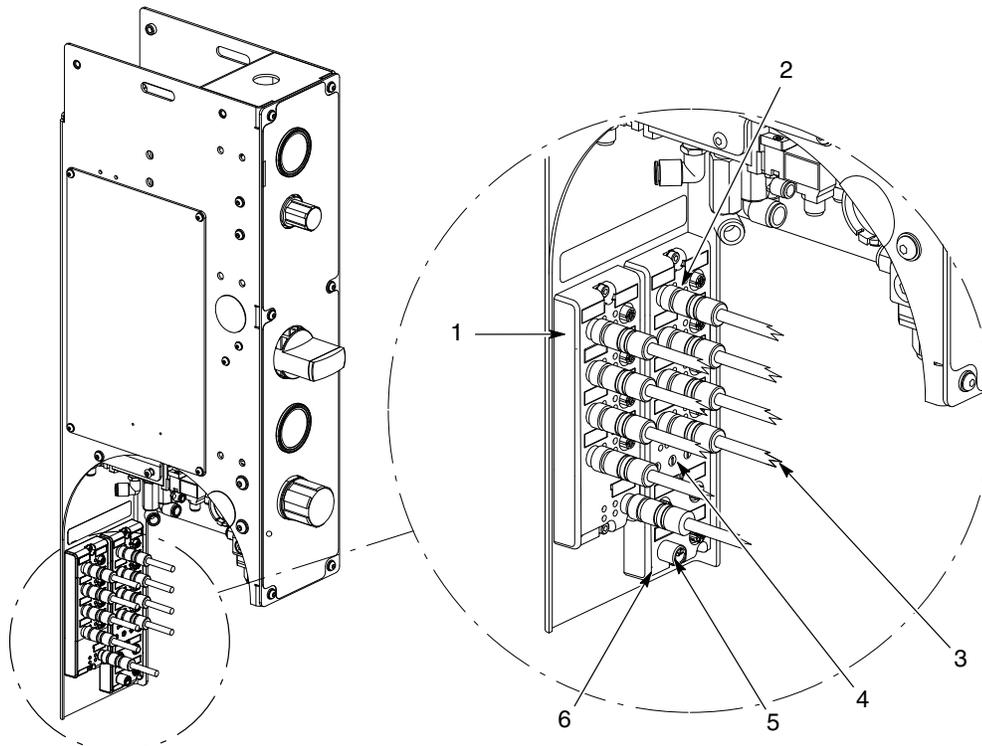

Figure 1 Module de communication Rhino SD3/XD3
Voir la Figure 1. Le module de communication Rhino® SD3/XD3 se connecte aux composants électriques d'un vide-fûts Rhino SD3/XD3 par le biais de connecteurs de câble miniature à 4 broches (3) et de connecteurs de câbles en Y à 4 broches. Le module de communication (6) et le module de communication d'extension (1) comportent plusieurs entrées et sorties. Les entrées sont alimentées par un bus et les sorties sont alimentées par une source auxiliaire. Consulter la section *Entrées et sorties* pour une description de chaque entrée et sortie. Le module de communication est compatible Ethernet/IP™ et Profinet®.